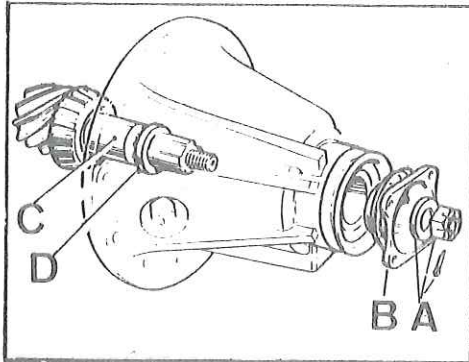

Fig. E-70 Brida de mando y piñón de ataque
- 1.5. Retirar los elementos de fijación, A (Fig. E-70) de la brida de mando, B y extraer el piñón de ataque y los suplementos de precarga, D.